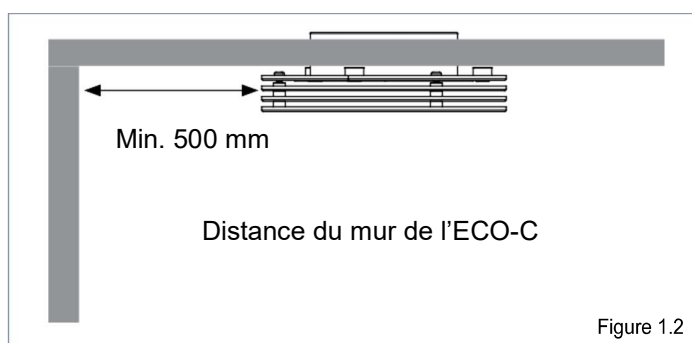

Figure 1.2
2. La distance minimale du dispositif terminal par rapport au mur est de 0,5 m (voir figure 1.2). Installez le dispositif terminal à une hauteur minimale de 1,8 m. Veillez à ce que les enfants ne puissent pas mettre la main sur le dispositif.
3. Détachez la grille (2) de la bouche. Enlevez les trois vis de fixation (3) et retirez la grille du corps (1).